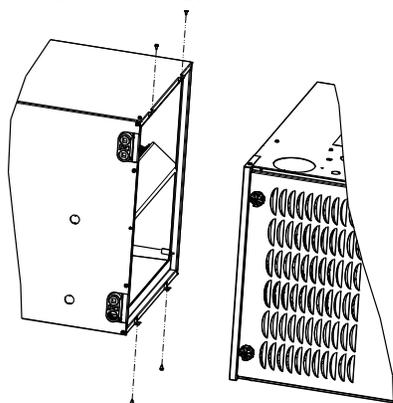

Figure 13 – Installation horizontale vers la gauche A221206
3. Utilisez des vis autotaraudeuses pour fixer l'appareil de chauffage (Figure 13).